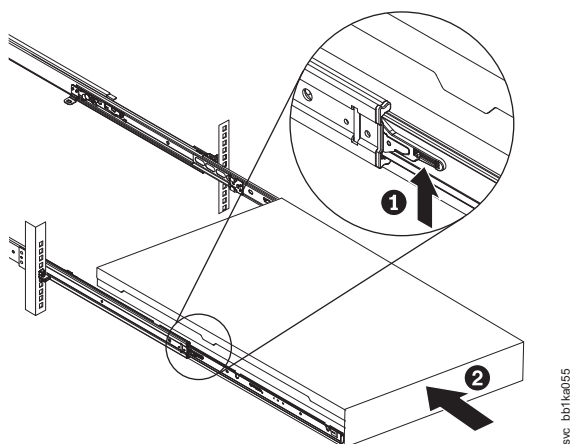

Figura 326. Levantando as alavancas de travamento dos trilhos deslizantes do rack
18. Levante as alavancas de travamento (**1** na Figura 326) nos trilhos deslizantes e empurre o servidor **2** completamente no rack até que ele encaixe.